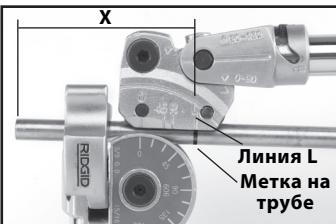

Рис. 6 – До гибки
- Нанесите на трубу метку на требуемом расстоянии (X) от элемента (конец трубы, изгиб и пр.). Центр колена изгиба будет находиться на этом расстоянии от элемента.
- Если элемент находится **СЛЕВА** от метки (см. рис. 6 – До гибки), совместите метку на трубе с линией "L" на каратке.